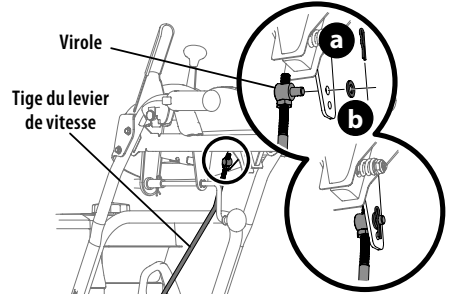

Figure 26
- Retirez la goupille fendue (a) et la rondelle (b) de la virole sur l'extrémité de la tige du levier de vitesse. Voir Figure 26.